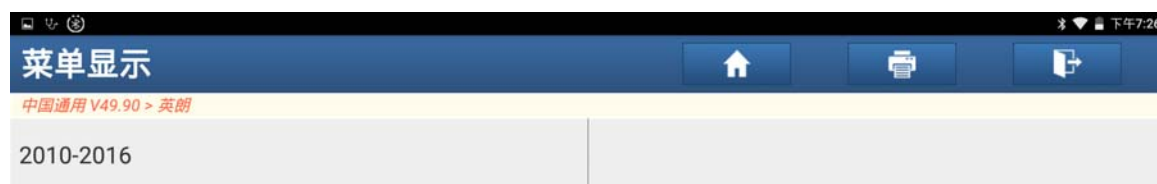

图 5
5). 显示车型年款，选择“2010-2016”，如图 5；